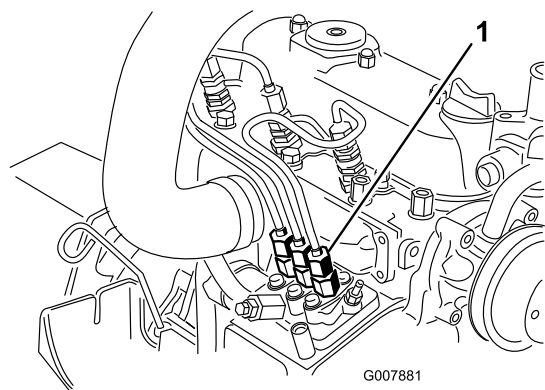

Figura 44
1. Coloque um tapete por baixo da tubagem que sai da bomba de injeção para o bico injector n.º 1 conforme ilustrado em Figura 44.